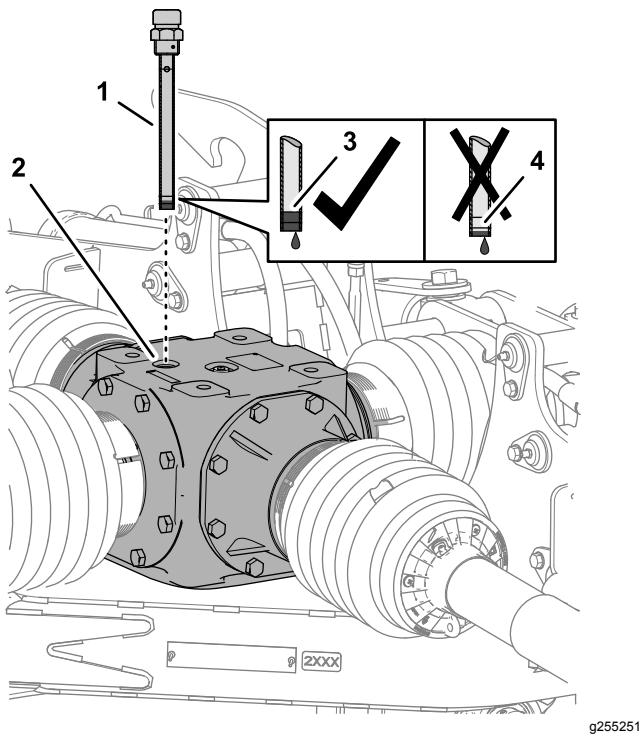
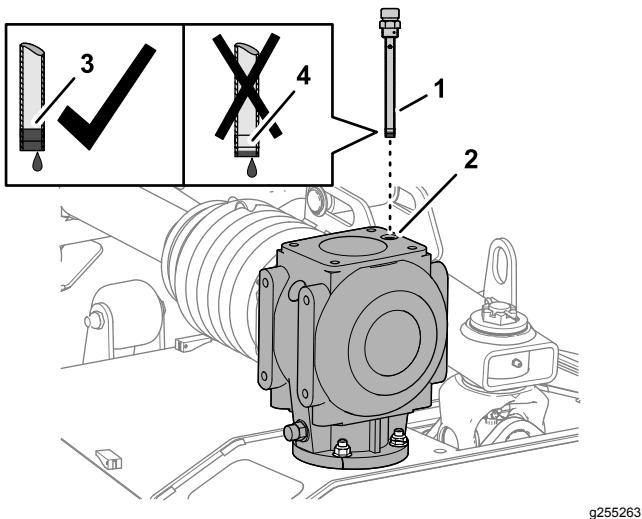

Figure 57
Figure 58
1. Retirez la jauge de l'orifice au sommet du boîtier d'engrenages central (Figure 57 ou Figure 58).
- Vérifiez le niveau de liquide indiqué sur la jauge (Figure 57 ou Figure 58).
- Revissez et serrez la jauge dans l'orifice de remplissage (Figure 57 ou Figure 58).